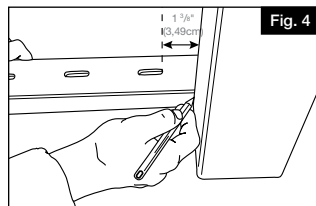

Fig. 4
- Secure bracket to post, beginning with the center screw. If using an RDI structural post, you may have to use the shorter 2" unpainted screws (I) provided.
- Pre-drill down through top of bracket and top beam in location shown (Fig. 4).
- Snap the top rail (A) onto the top beam (D). Work from one end of the rail to the other until the full length of the top rail locks into place. Using the #10 x 2" painted screws (J) install two of the screws upward from underneath through the pre-drilled location. This will secure the bracket, beam, and top rail together. Repeat for the other end of the rail.
- b. Tracez le bord du poteau sur la lisse basse inférieur (B) à chaque extrémité (Figure 4).
- a. Sécurisez le support d'attache sur le poteau, en débutant par la vis centrale. Si vous utilisez un poteau structurel RDI, vous pourriez utiliser les vis non peintes plus courtes de 2" (5,08cm) (I) fournies.
- b. Pré trouez à travers le haut du support d'attache et le longeron supérieur pré perforé à l'emplacement indiqué (Figure 4).
- c. Enclenchez la main courante (A) sur le longeron supérieur pré perforé (D). Procédez d'une extrémité à l'autre jusqu'à ce que toute la longueur de la main courante se mette en place. En utilisant les vis peintes (J), installez par le bas vers le haut deux des vis à travers l'emplacement pré troué. Ceci sécurisera le support, et les deux parties de la main courante les uns aux autres. Répétez pour l'autre extrémité de la main courante.